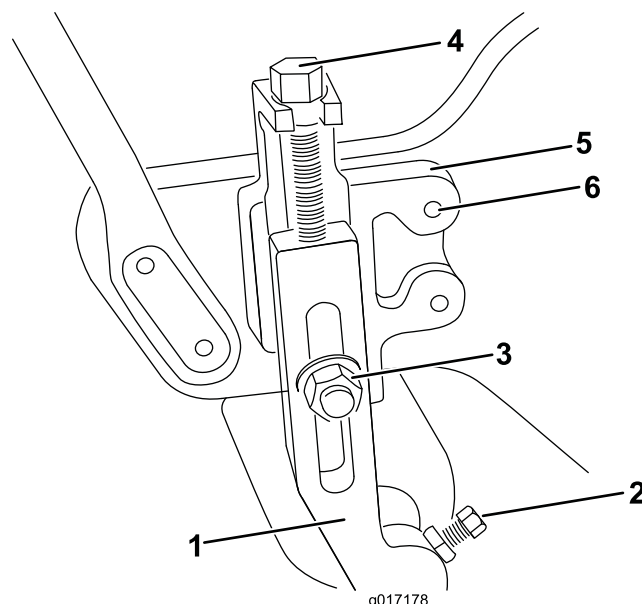

Figura 1
1. Allentate i controdadi e le viti di fermo che fissano ciascuna estremità del rullo anteriore ai bracci dell'altezza di taglio (Figura 1).
2. Togliete i bulloni a testa tonda e i dadi di bloccaggio che fissano i bracci dell'altezza di taglio alle staffe di regolazione (Figura 1). Rimuovete i bracci dell'altezza di taglio e il gruppo dei rulli.
3. Solo su Greensmaster 1600, rimuovete le viti di regolazione dell'altezza di taglio, i controdadi e le viti di fermo dai bracci dell'altezza di taglio (Figura 1).
Solo su Greensmaster 800 e 1000, rimuovete i due bulloni a facce coniche che fissano le staffe destra e sinistra dell'altezza di taglio alle piastre laterali (Figura 1). Installate le staffe dell'altezza di taglio sui lati opposti della macchina, senza bulloni. Utilizzate le serie posteriori dei fori di montaggio nelle piastre laterali.